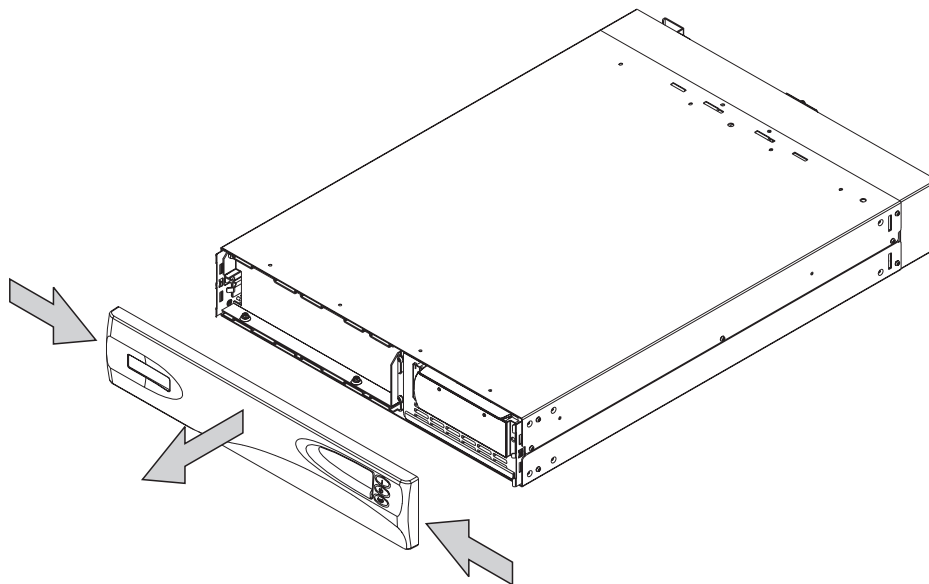

図 157. 2145 UPS のフロント・パネルの取り外し
- フロント・パネルの両側面を内側に押し、次に両端を手前に引いて、フロント・パネルを取り外します (360 ページの図 157 を参照)。